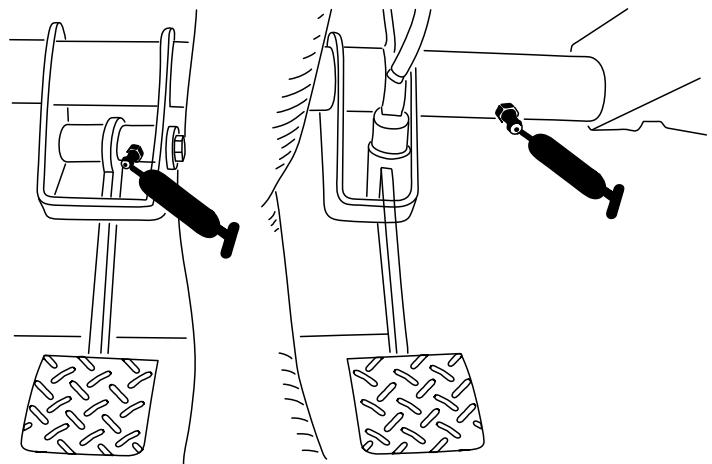

Figure 30
- **Embrayage (1); voir Figure 30**
- **Frein (1); voir Figure 30**